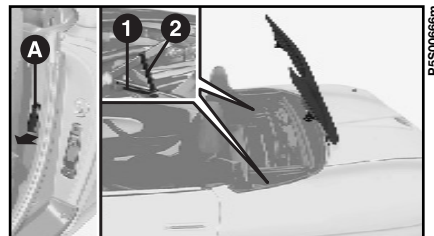
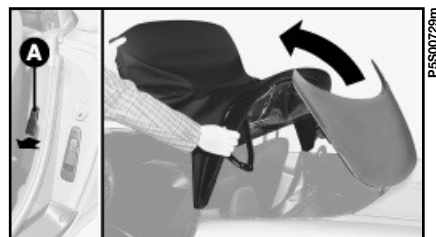

fig. 58
fig. 59
2) Dopo essersi assicurati che il cofano bagagliaio sia chiuso, tirare la leva **A-fig. 58** (quella più vicina al sedile) per sganciare il coperchio del vano capote. Un segnale acustico comunque vi avvertirà qualora vi siate dimenticati di chiudere il cofano del bagagliaio.
4) Ruotare il dispositivo di fermo della capote dalla posizione **2-fig. 58** alla posizione **1** inserendolo nell'apposita sede. Eseguire l'operazione su entrambi i lati. Dall'esterno vettura, sollevare con una mano la capote fino a quando si riesce con l'altra mano ad impugnare la parte posteriore della capote. Tenendola impacchettata traslarla completamente in avanti ed abbassare il coperchio del vano capote **fig. 59**. Assicurarsi dell'avvenuto aggancio.